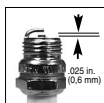

Fig. 8
- Distanza elettrodi candela di accensione = $.025''$ (0,6 mm) (Fig. 8).